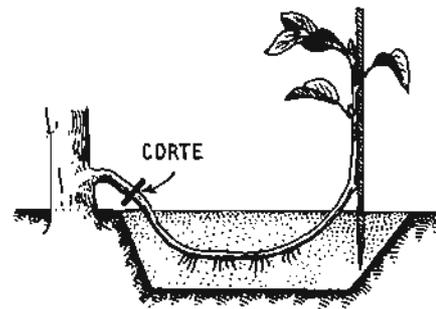

Fig. 4
*Acodo*, una rama enterrada parcialmente sin ser separada de la planta original enraiza (fig. 4). Ej. claveles, gome-ro.